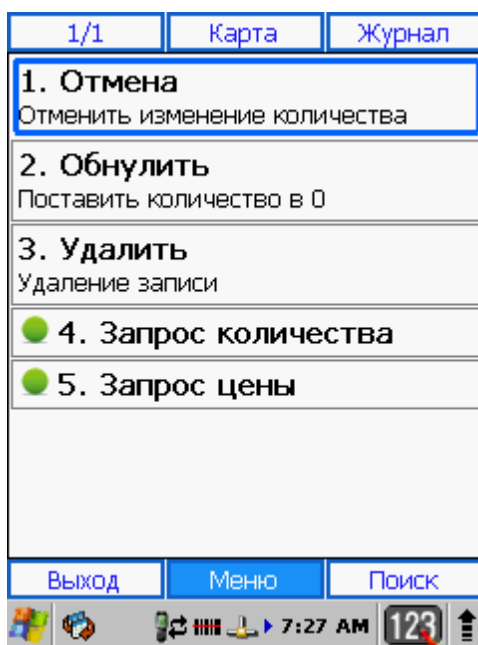

Рис.18 Дополнительное меню для работы с текущей позицией
- Установить параметр *Запрос количества* в дополнительное меню для работы с текущей позицией (см. далее - рис. 18)
- Установить параметр *Запрос цены* в дополнительное меню для работы с текущей позицией (см. далее - рис. 18)